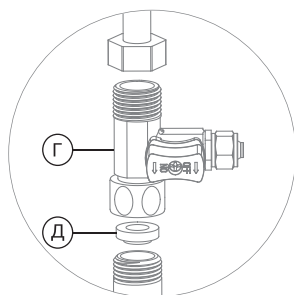

Рис. 5
1. Установите адаптер-вентиль (Г) между магистралью холодной воды и гибкой подводкой вашего смесителя. Уплотните соединение адаптера-вентиль с магистралью при помощи поставляемого в комплекте уплотнительного кольца (Д) (рис. 5).